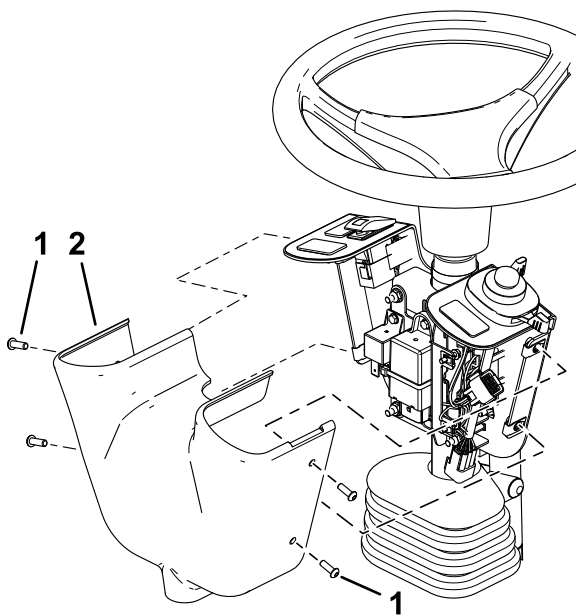

Figura 7
- Remova os quatro parafusos de cabeça sextavada interior que prendem a cobertura de controlo e remova-a (Figura 7).
12. Instale a cobertura de controlo como se mostra na Figura 7.